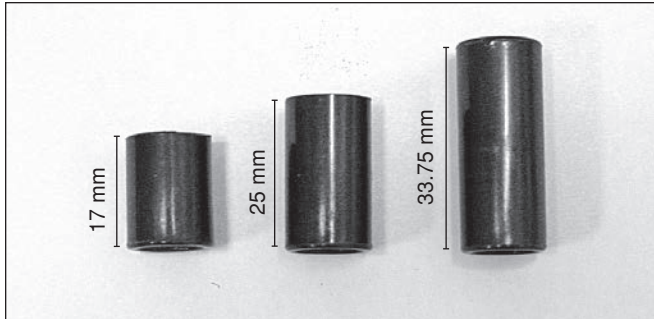
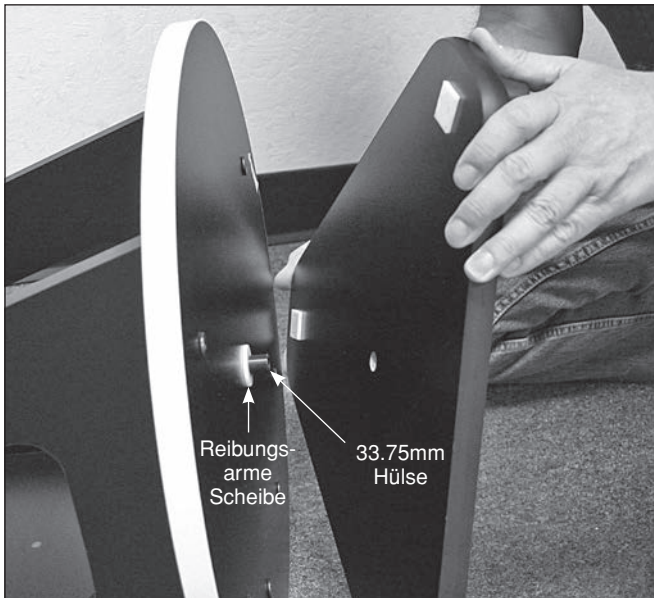

Abbildung 4. Drei Kunststoffhülsen, die in der Montage der XT-PLUS verwendet werden.
Abbildung 5. Montage der Basisplatten.
- Schrauben Sie die Kunststofffüße (A) mit einem Kreuzschlitz-Schraubendreher und den mitgelieferten, selbstschneidenden Holzschrauben in die untere Basisplatte (B). Führen Sie die Schrauben dazu durch die Füße, und schrauben Sie sie in die dafür vorgesehenen Bohrungen bis sie fest sind.
- Befestigen Sie die Frontplatte (C) lose mit sechs der Befestigungsschrauben mit schwarzer Basis (E) in den Bohrungen der beiden Seitenwände (D). Ziehen Sie die Schrauben mit einem 4-mm-Sechskantschlüssel fest. Die Seitenwände sollten so ausgerichtet werden, dass die Beschriftung "SkyQuest XT PLUS" nach außen weist. Ziehen Sie die Schrauben noch nicht vollständig fest.
- Richten einen der Höhenlagerzylinder (F) mit einem der vier Lagerzylinderlöcher an der Innenfläche jeder Seitenplatte aus. Führen Sie die Schraube zum Befestigen des Zylinders (G) für das Höhenlager durch die Seitenwand, und schrauben Sie den Zylinder darauf. Sie können den Zylinder von Hand festziehen oder, falls erforderlich, mit dem mitgelieferten 4-mm-Innensechskantschlüssel. Wiederholen Sie diesen Vorgang für die restlichen drei Zylinder des Höhenlagers.
- Befestigen Sie die Seiten- und Frontplatten an der oberen Basisplatte (H) mit den restlichen sechs Basisbaugruppen-Schrauben in den vorgebohrten Löchern. Ziehen Sie alle sechs Schrauben fest.
- Drehen Sie die Basis auf ihre Seite. Schieben Sie die längste (33.75mm) der drei schwarzen Kunststoffhülsen (I, siehe **Abbildung 4**) in das Loch in der Mitte der oberen Basisplatte (D). Schieben Sie die Hülse in so weit es geht in die Basisplatte, sodass sie aus der Bodenoberfläche herausragt (**Abbildung 5**).
- Setzen Sie nun die weiße reibungsarme Distanzscheibe (J) auf den Abschnitt der Hülse, die aus dem Boden herausragt (**Abbildung 5**).
- Installieren Sie die untere Grundplatte (B) indem Sie das Mittelloch mit der Nylonbuchse auf eine Höhe bringen. Die weiße reibungsarme Distanzscheibe sollte nun zwischen den beiden Grundplatten (**Abbildung 5**) sein.